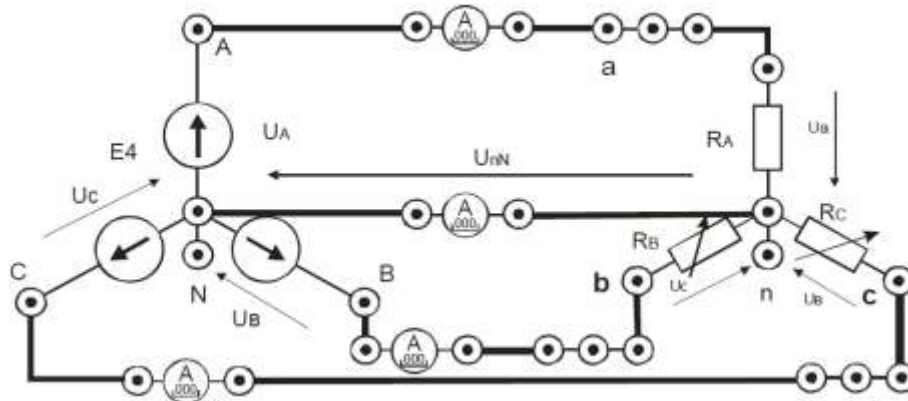

Рис.22.
3. Собрать симметричную четырехпроводную трехфазную электрическую цепь (рис. 22). В качестве амперметров использовать цифровые приборы в режиме измерения переменного тока (тумблер режима работы приборов в позиции «~»). В качестве потребителей R_A , R_B , R_C использовать резисторы $R17$, $R18$, $R19$, установив соответствующие тумблеры в позицию «1». Представить схему для проверки преподавателю.